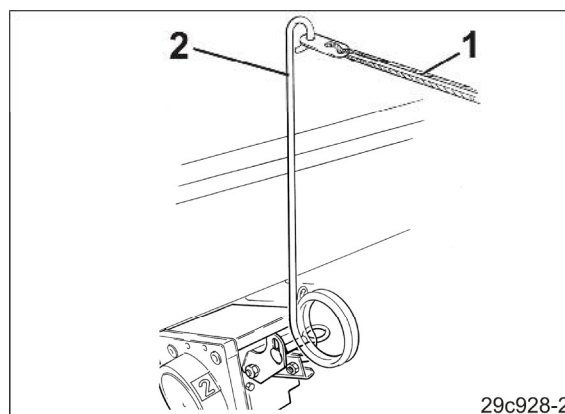

図 99
3. 制御ボックスのみ: ロープ (図 99/1)
(操作レバー (図 99/2) を操作するための)